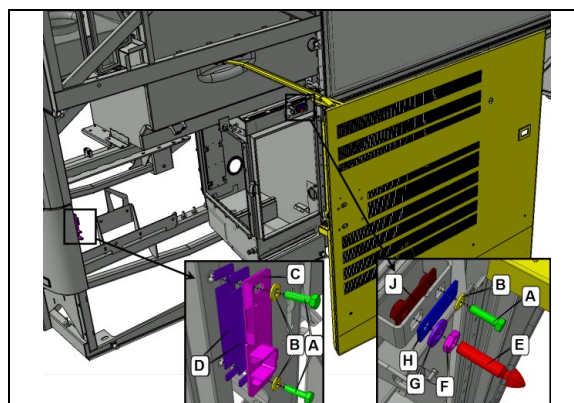

FIGURE 120:
8. Si la position longitudinale au niveau du bras inférieur est hors tolérance, vous pouvez ajuster la porte en utilisant le jeu au point d'attache entre le bras inférieur et le châssis. (Figure 120:).